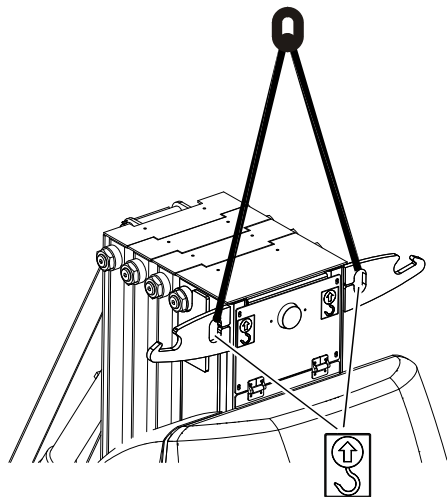

Figura 3-15. Ridicarea mașinii
- Fixați chingile/lanțurile de ridicare de AMBELE inele de ridicare, ca în Figura 3-15.